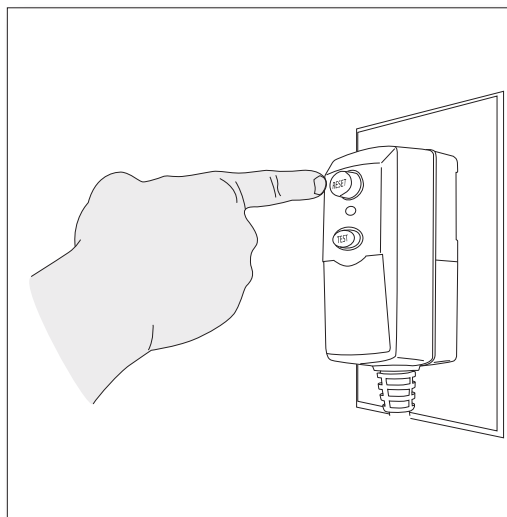

Fig. 19
- Déroulez complètement le cordon d'alimentation et branchez le disjoncteur de fuite de terre dans une prise mise à la terre de 120 volts. Appuyez sur le bouton de réinitialisation « reset » sur la boîte du disjoncteur de fuite de terre (Fig. 19). La fenêtre témoin devrait être rouge. Ceci doit être fait à chaque fois que l'appareil est branché. (Unités US uniquement)